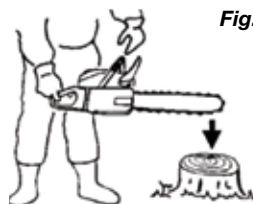

Fig. 4
- 2) Håll motorsågen lodrät, tryck spetsen (Svärdet) och släpp den främre handen så att den faller mot en stubbe och se om kedjan stannar. (Se fig. 4)